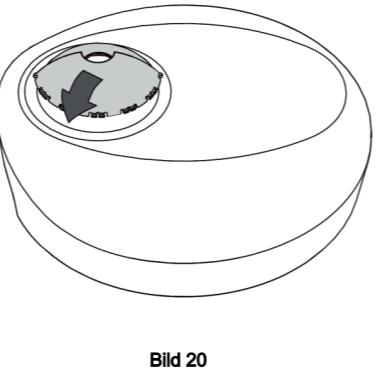

Bild 20
4.4.2 Befestigung der Linsenabdeckung: Hinter dem Dekor Rahmen befindet sich eine Rinne und die Linsenabdeckung ist mir einem kreisförmigen Haken ausgestattet. Die Linsenabdeckung passt mit dem Dekorrahmen zusammen. Siehe Bild 20